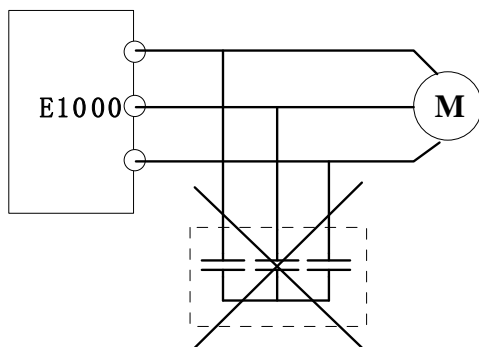

图 1-6 变频器输出端禁止使用电容器
- 由于变频器输出是 PWM 波，输出侧如安装有改善功率因数的电容或防雷用压敏电阻等，都会造成变频器故障跳闸或器件的损坏，请务必拆除。如图 1-6 所示。